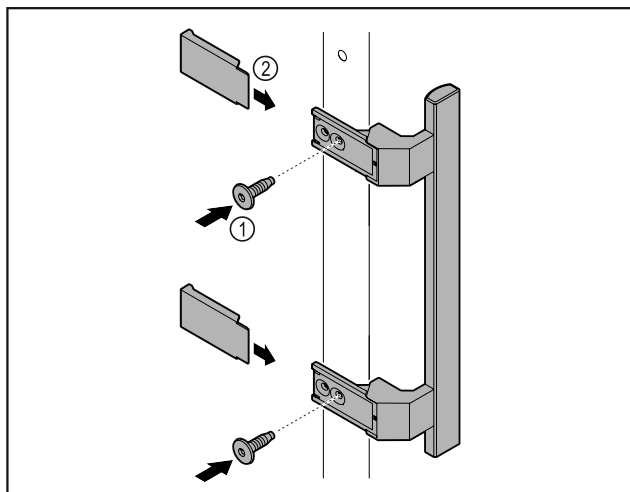

Fig. 8
- Szerelje fel az ajtóra a kilincset a csomagban található csavarok Fig. 8 (1) segítségével.
- Helyezze fel a fedelet Fig. 8 (2).